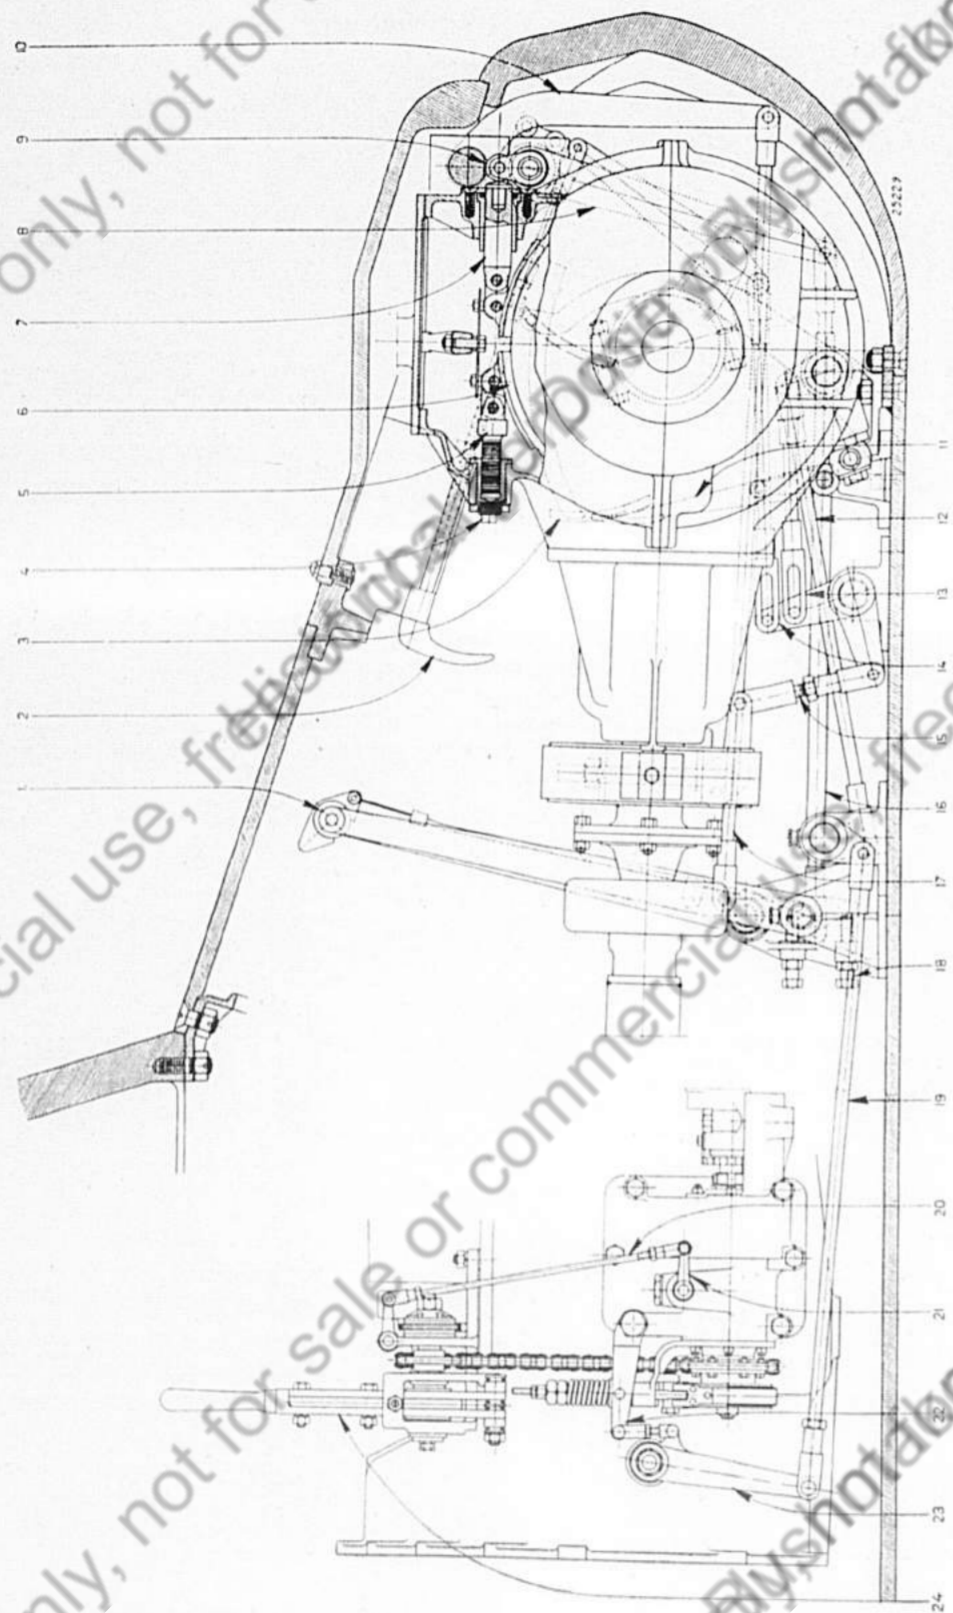

Bild 26. Längsansicht der Betätigungshebel und Gestänge
- Zu Bild 26. Längsansicht der Betätigungshebel und Gestänge